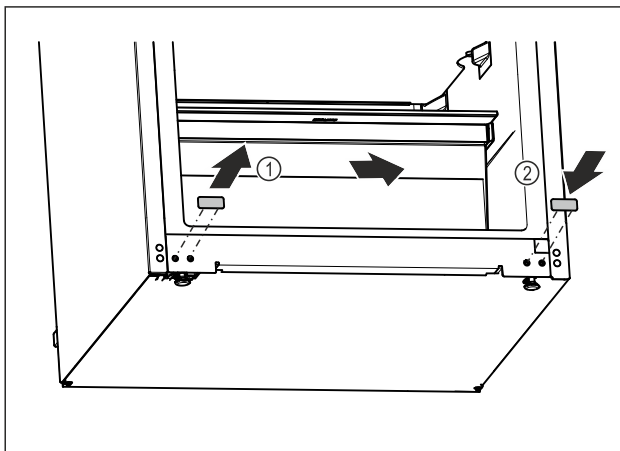

Fig. 13
- ▶ Izvucite pokrovni čep. Fig. 13 (1)
- ▶ Umetnite pokrovni čep na suprotnu stranu. Fig. 13 (2)